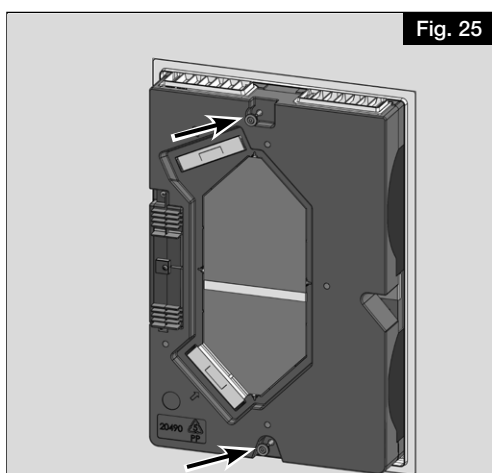

Fig. 25
7. Serrer manuellement les deux écrous moletés (voir Fig. 25).